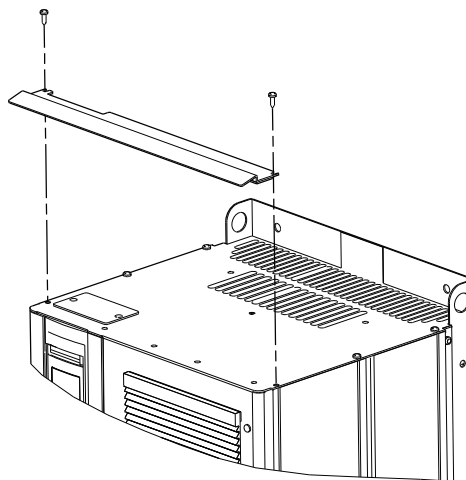

Fig. 6 Mise en place du bouclier d'égouttement
1. Retirer les deux vis. Voir fig. 6.